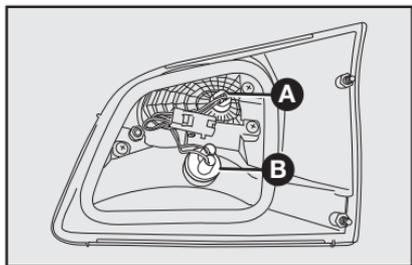

fig. 51
A-fig. 51: luz de posición trasera.
B-fig. 51: luz de marcha atrás.
2) Para sustituir la lámpara de la luz de posición, tire del portalámpara **A-fig. 51**, tire de la lámpara fijada a presión y sustitúyala.
3) Para sustituir la lámpara de la luz de marcha atrás, gire el portalámpara **B-fig. 51** en el sentido antihorario, tire de la lámpara fijada a presión, sustitúyala y recolocque el portalámpara, girándolo en el sentido horario.